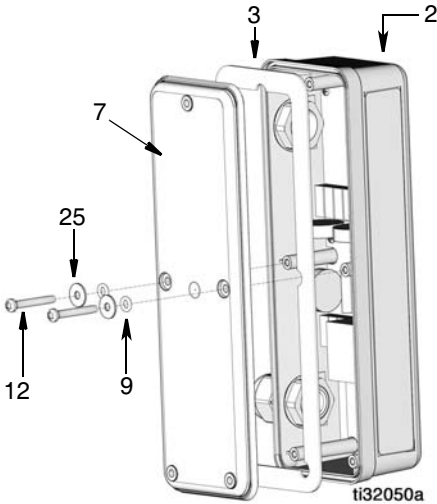

FIG. 4
5. Remova os dois parafusos (12), arruelas (25) e O-Rings (9) da tampa do PAC (7), e remova a tampa e a vedação (3) do gabinete dos componentes eletrônicos do PAC (2) (FIG. 4).